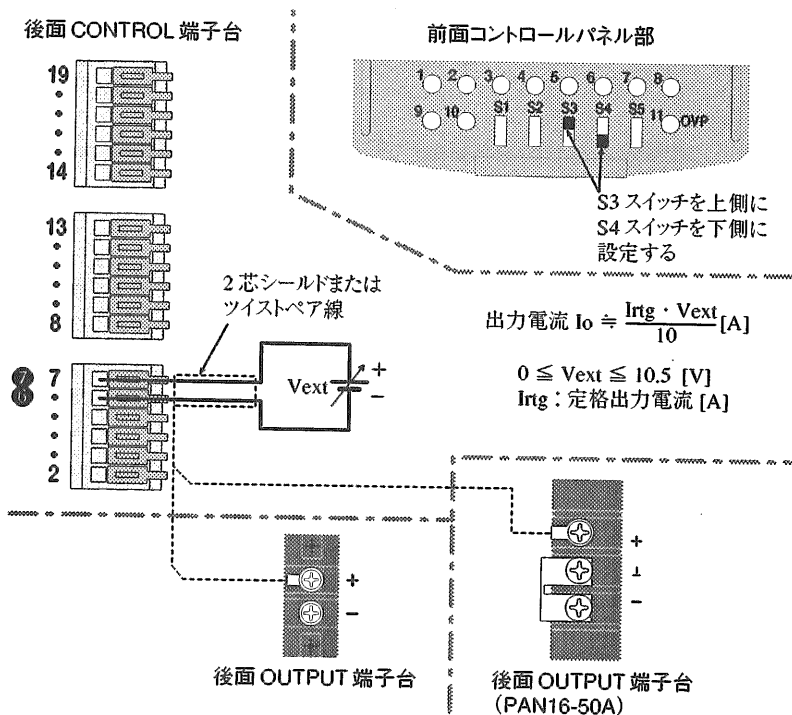

図 3-9A 外部電圧による出力電流コントロールの接続と設定
- ④ コントロールスイッチ S3 と S4 を図 3-9A のように設定します。
- ⑤ コントロール端子の⑥と⑦間に電圧源を図 3-9A のように接続します。